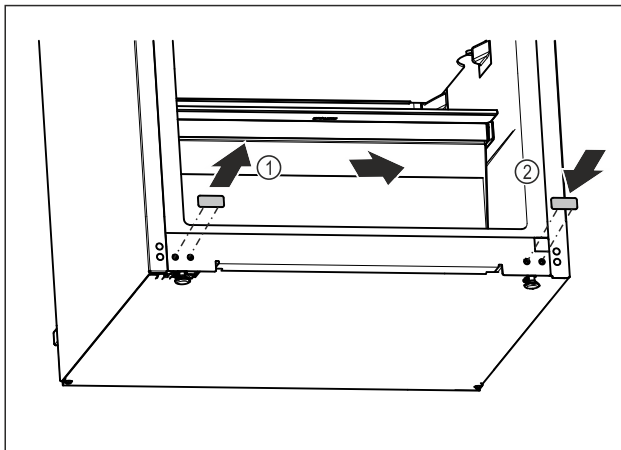

Fig. 17
- ▶ Retirer le cache de recouvrement. Fig. 17 (1)
- ▶ Placer le cache de recouvrement du côté opposé. Fig. 17 (2)